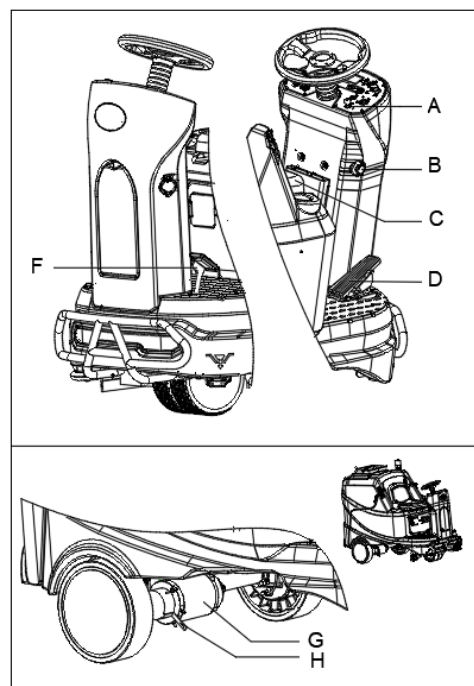

Figura 12
1. Rode a chave de ignição (A, Figura 12) para "I", sente-se no banco (C).
2. Solte ligeiramente o pedal de aceleração (D) e solte-o para verificar se a máquina pode ser conduzida para a frente e parada.
3. Para assegurar a segurança, confirme se a máquina pode ser parada imediatamente ao pressionar o botão de emergência (B). Rode o botão de emergência para reiniciar.
4. Pressione o pedal do travão mecânico (F) rapidamente para verificar se a máquina pode ser parada imediatamente.